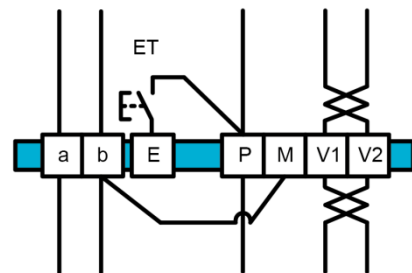

Abb. 6: 5-Drahttechnik
- Verbinden Sie die b- und M-Ader mit einer Drahtbrücke (Abb. 6).